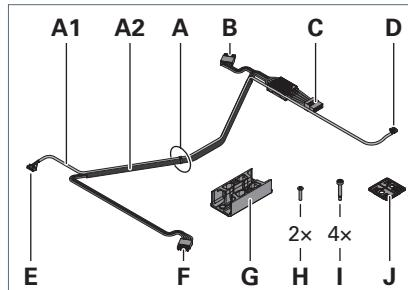

Fig. 1: Dotazione supplementare adattatore a doppia T.
►	Prelevare i componenti della dotazione supplementare soltanto quando sono necessari nel relativo passaggio di montaggio, vedere Fig. 1.
- ▶ Prelevare il set di trefoli **A** dalla confezione delle dotazioni supplementari, vedere Fig. 1.